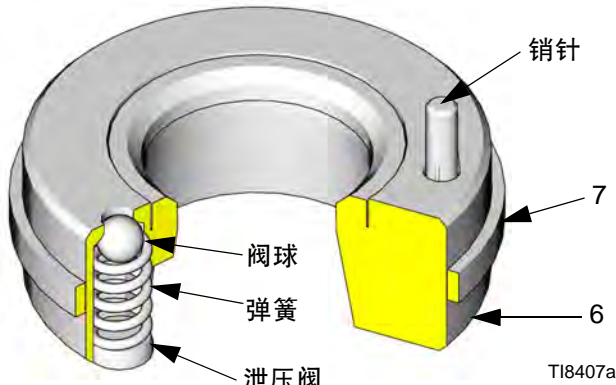

图 7. 配备泄压阀的入口阀座
2. 使用铸造在入口流体壳体 (15) 上的文字作为向导, 安装泄压阀入口阀座 (6★) 阀座上的销针 (参见图 7) 必须指向入口流体壳体 (15)。该销针限定了阀座 (6★) 的位置, 确保通气孔不被外套的任何部位堵住。